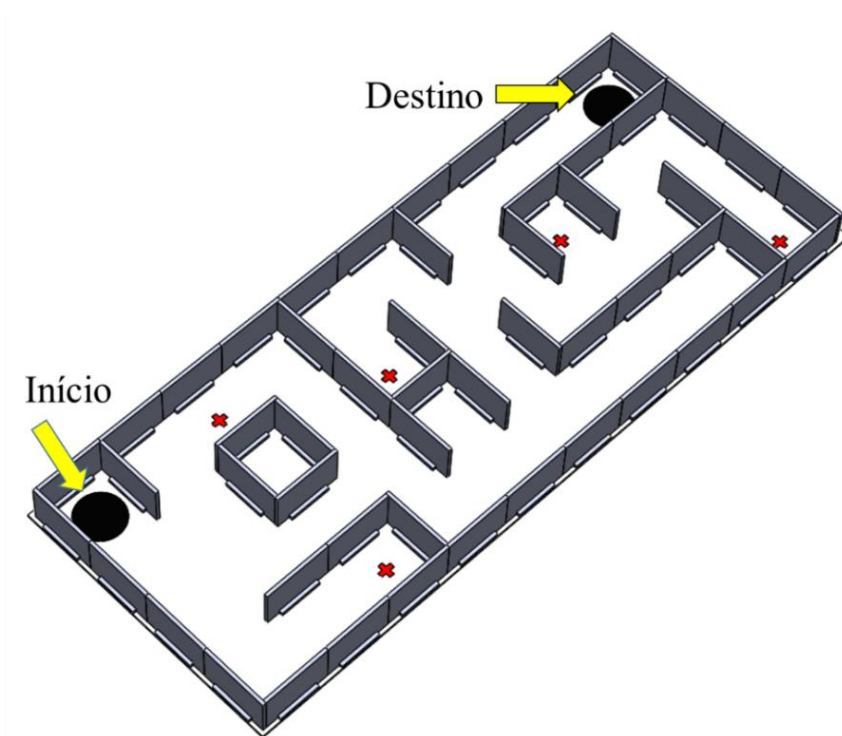

Figura 11: Possível configuração do labirinto.
4.3.2. A Figura 11 ilustra um exemplo de configuração possível de um labirinto.